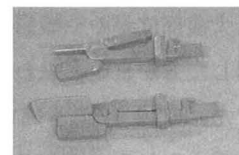

図5. Hawe-Super-Bite 概観
- ・ Hawe-Super-Bite (コーン指示用リング無し) (以下、HSBと略す。図5)